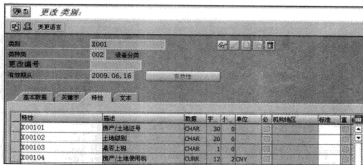

图 10-96 “更改类别:”界面
STEP 3 转到“特性”标签页，分配属于这一类别的“特性”，如图 10-96 所示，然后单击“”按钮完成“类别”的创建。